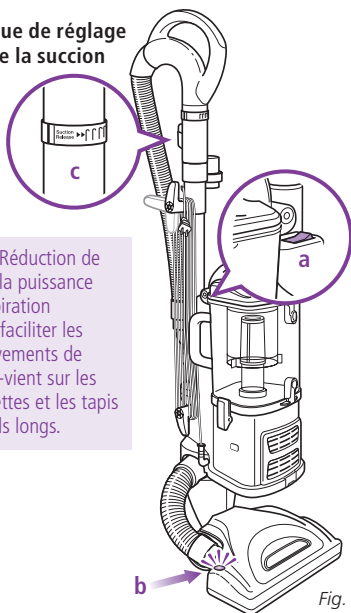

Fig. 11
- 3 Faites glisser l'interrupteur d'alimentation (« ON/OFF ») (a) à la position « I » pour passer l'aspirateur sur des planchers nus (suction droite) ou à la position « II » pour activer la brosse à planchers motorisée (pour le nettoyage des tapis et des carpettes). (Fig. 11)
IMPORTANT: Le voyant lumineux de la brosse à planchers motorisée (b) sera vert lorsque la brosse est activée; le voyant devient rouge lorsque l'appareil détecte une obstruction ou un blocage. (Fig. 11) Cette fonction est conçue pour protéger la courroie permanente qui actionne la brosse à planchers motorisée. Consultez la section Détection des obstructions à la page 31.
- 5 À cause de la succion très puissante de cet aspirateur, il est parfois nécessaire d'ajuster la bague de réglage de la succion située sur le manche. (Fig. 11) S'il est difficile de pousser ou de tirer l'aspirateur ou si la succion soulève les carpettes, réglez la bague de réglage de la succion en la faisant tourner de 90° dans le sens contraire des aiguilles d'une montre afin d'ouvrir la soupape. Faites tourner la bague de réglage de la succion dans le sens des aiguilles d'une montre afin de fermer la soupape pour augmenter la puissance d'aspiration et nettoyer les planchers.